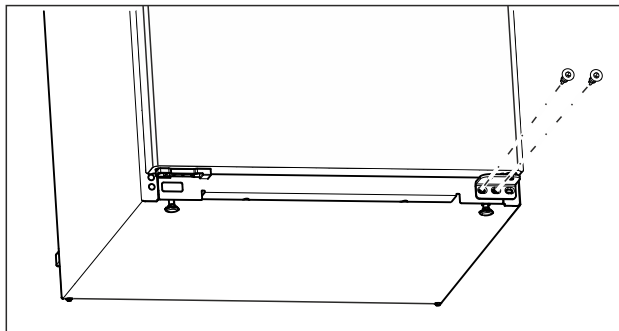

Fig. 15
- ▶ Sur le support de palier inférieur, dévisser la vis centrale avec un tournevis Torx 20. (voir Fig. 15)
- ▶ Sur le support de palier inférieur, dévisser la vis intérieure avec un tournevis Torx 20. (voir Fig. 15)